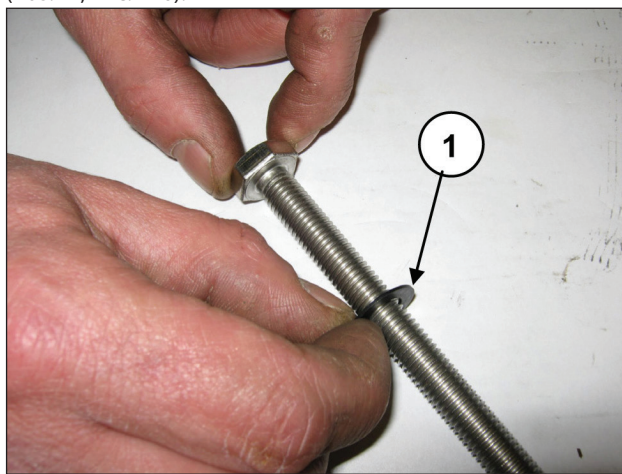

Рис. 146
Наденьте шайбу  $\varnothing 10 \times 18 \times 0,9$  на крепежный винт поршня (поз. ①, Рис. 146).